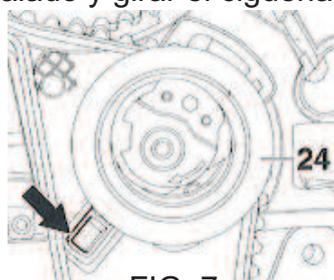

FIG. 7
- 2 Colocar la correa de distribución empezando por la polea del cigüeñal. Asegurarse que el tensor está correctamente posicionado en el bloque [FIG. 7], luego girarlo para tensar la correa hasta alinear las marcas específicas y apretar la tuerca.